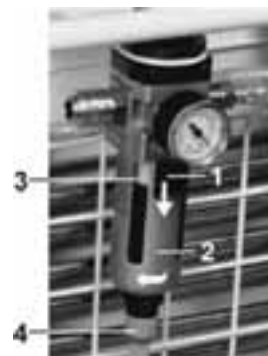

Рис.9
12.5. Замена фильтра в конденсационном элементе (рис.9)